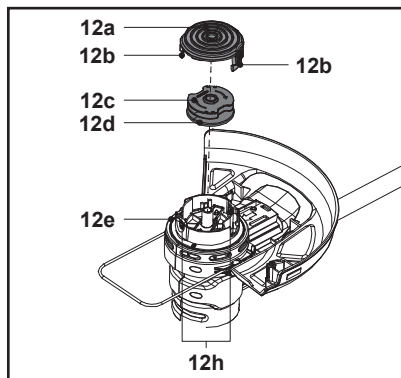

Fig. 25
3. Retire la bobina de corte (12c) del alojamiento (12e) (Fig. 25).